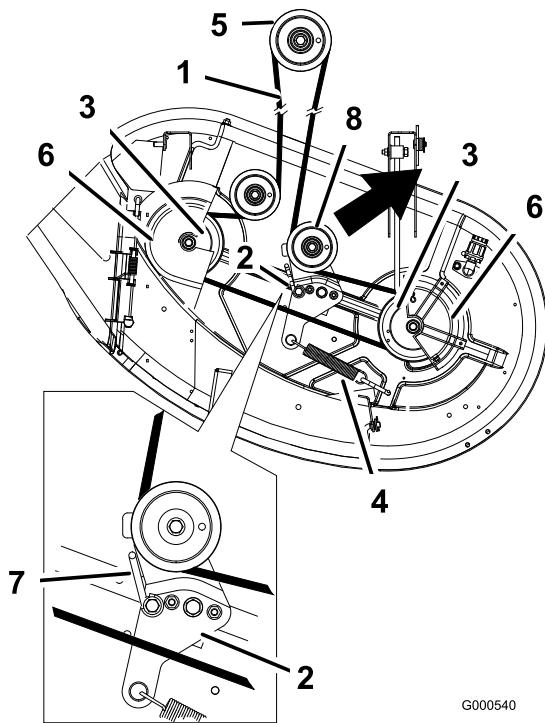

Figura 50
- Retire las cubiertas de las correas de los ejes exteriores y afloje la guía de la correa (Figura 50).
5. Tire de la polea tensora en el sentido que muestra la Figura 50 y retire la correa de las poleas.
6. Pase la correa nueva alrededor de las poleas del motor y del cortacésped (Figura 50).
7. Tire de la polea tensora en el sentido que muestra la Figura 50 y pase la correa por la polea tensora (Figura 50).
8. Gire la guía de la correa sobre el brazo de la polea tensora, moviéndola hacia la polea hasta que haga tope (Figura 50).
9. Apriete la guía de la correa (Figura 50).